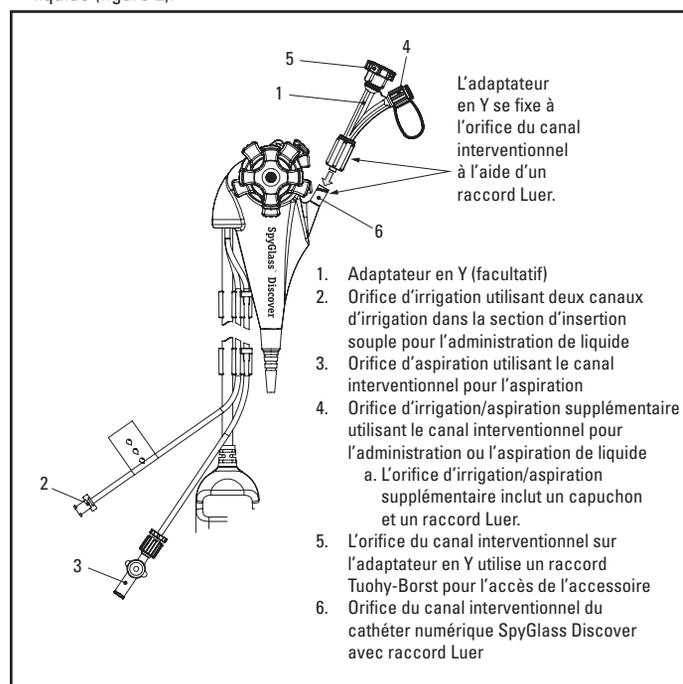

Figure 2. Adaptateur en Y et fonctions d'irrigation et d'aspiration
- **Adaptateur en Y** : l'utilisation de l'adaptateur en Y est facultative. Il est possible de fixer l'adaptateur en Y à l'orifice du canal interventionnel à l'aide d'un raccord Luer. Une fois fixé, l'adaptateur en Y rallonge le canal interventionnel pour inclure un raccord Tuohy-Borst pour l'accès des accessoires et offre un orifice d'injection/aspiration supplémentaire qui utilise le canal interventionnel pour l'administration ou l'aspiration de liquide (figure 2).
L'adaptateur en Y offre un orifice supplémentaire à la poignée (figure 2).